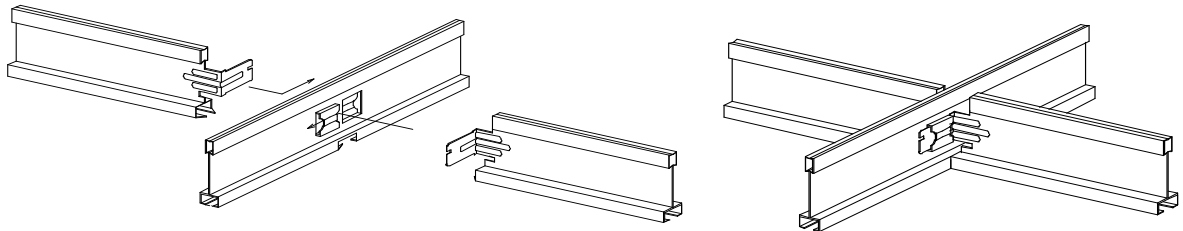

図2-11 Tバークロスジョイント
- 1) メインTバーのクロスジョイント孔の部分にメインクロスTバー端部のジョイントの爪をスライドさせて差し込みます。(図 2-11 参照)